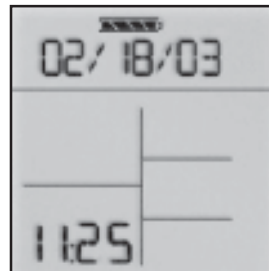

Bild 13:
4.2.5 Tid- och datumdisplay (bild 13)